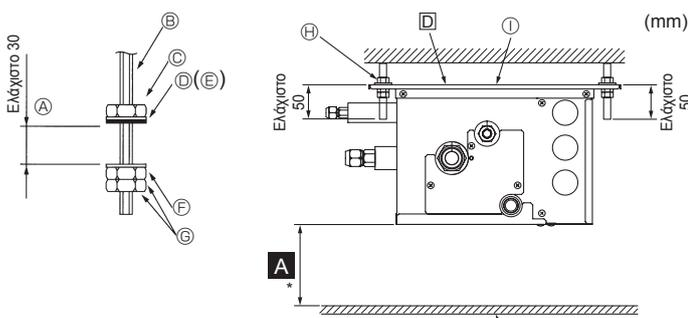

Fig. 6-1
- (2) Τοποθετήστε τις ροδέλες και τα παξιμάδια (①, ②, θα τα προμηθευτείτε από το εμπόριο) στα μπουλόνια ανάρτησης. (Fig. 6-1)
- (3) Κρεμάστε τη μονάδα στα μπουλόνια ανάρτησης.
- (4) Σφίξτε καλά τα παξιμάδια (ελέγξτε το ύψος της οροφής).
- (5) Χρησιμοποιήστε ένα αλφάδι για να ευθυγραμμίσετε το κουτί διακλάδωσης στην οριζόντιο.
- Ⓓ Ροδέλα (με μαξιλαράκι) ①
- Ⓕ Ροδέλα (χωρίς μαξιλαράκι) ②